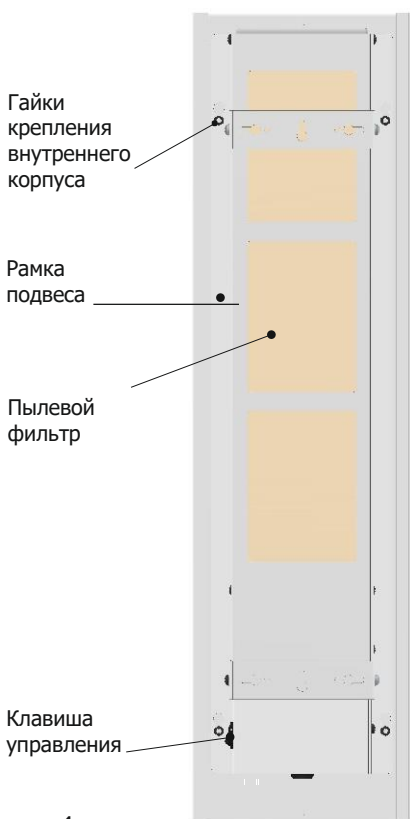

Рисунок 4
Включение Изделия производится нажатием клавиши, расположенной на тыльной стороне корпуса (Рисунок 4). Зеленый светодиод на лицевой стороне Изделия свидетельствует о подаче напряжения на его рабочие блоки.
- а) ослабить четыре винта крепления внутреннего корпуса (Рисунок 4);